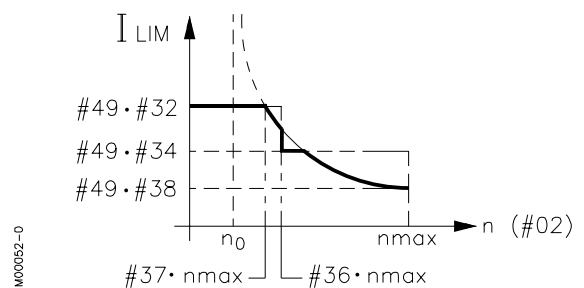

Fig.20
Si on peut obtenir, pour la limitation de courant, plus d'une fonction, chaque valeur de vitesse correspondra toujours à la valeur MINEURE parmi les valeurs que le courant limite peut avoir (v. fig.20).
F Valeur en pour cent de surlimitation relative au pont (A) admise pour le temps entré par #39. On considère cette surlimitation comme appliquée à la valeur de limitation existante pour cette vitesse-là (voir la note relative à la fig.20).